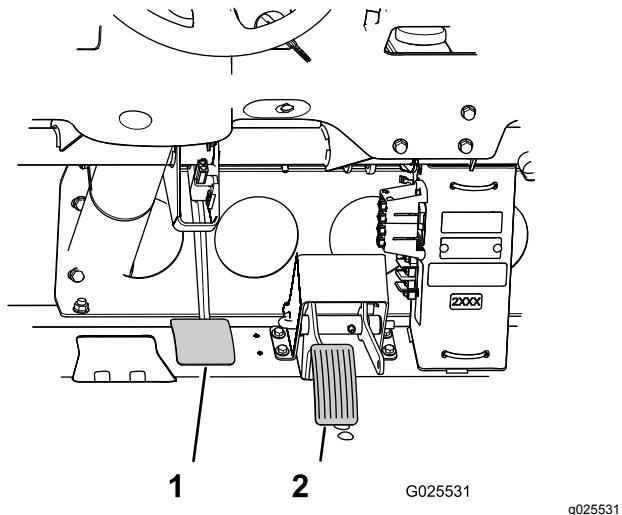

Figura 77
- Tire hacia arriba del pedal de freno (Figura 77) hasta que entre en contacto con el bastidor.